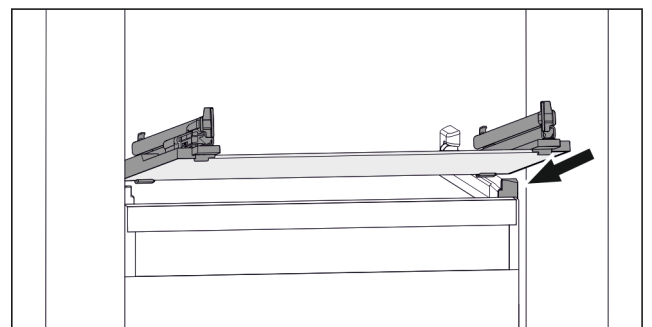

Fig. 109 Beispielhafte Darstellung der Glasplatte
- ▶ Glasplatte schräg hinter den Stopperrn aufsetzen. (zie Fig. 109)